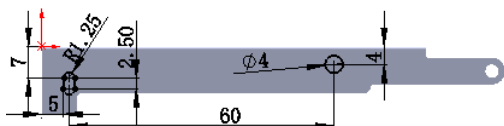

图 12.5.15 横断面草图
② 定义横断面草图。在草图环境中绘制图 12.5.15 所示的横断面草图。
(3) 定义切除深度属性。在“切除一拉伸”对话框 **方向1** 区域的 下拉列表中选择 **完全贯穿** 选项，选中 ☒ **正交切除(N)** 复选框。
(4) 单击 按钮，完成切除一拉伸 3 的创建。